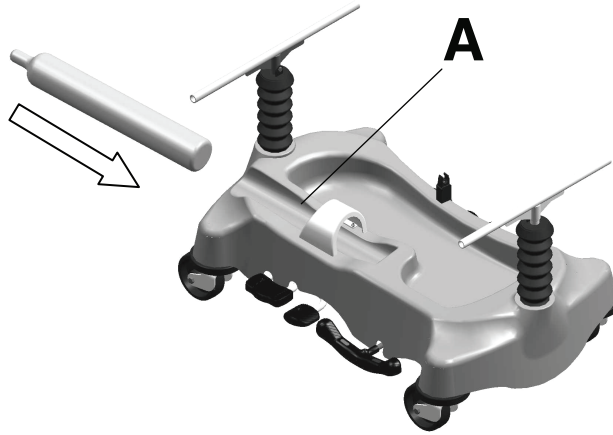

Figura 10 – Anillo de retención de la botella de oxígeno
Para fijar la botella de oxígeno, introdúzcala en el hueco de la capucha de la base (A), con la parte inferior de la botella por delante (Figura 10).